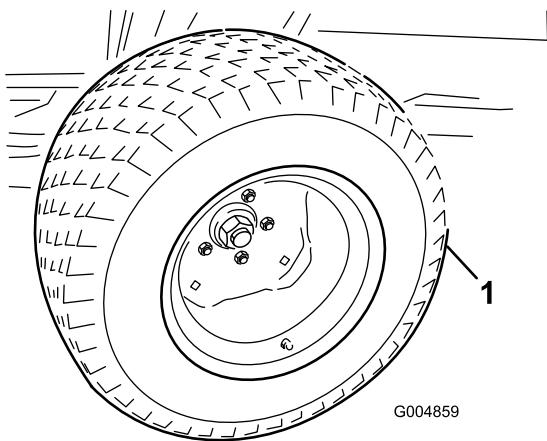

Figura 79
- Instale os pneus de condução de verão com 2 porcas por pneu (Figura 79).